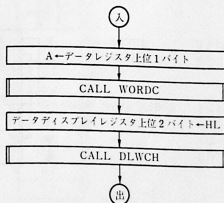

図10.12
(4) フローチャート 図10.12にフローチャートを示します。